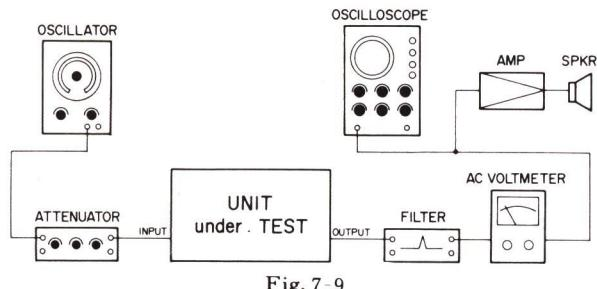

Fig. 7-9
- 1) Fig. 7-9 のように各測定器を接続します。消去率の測定には、1 kHzのバンドパス・フィルタを使います。
- 1) 7-9 項Fig. 7-9 のように各測定器を接続します。但し、Rチャネルはレベル計だけで、Lチャネルのみ1 kHzのバンドパス・フィルタをOUTPUT端子とレベル計の間に接続します。